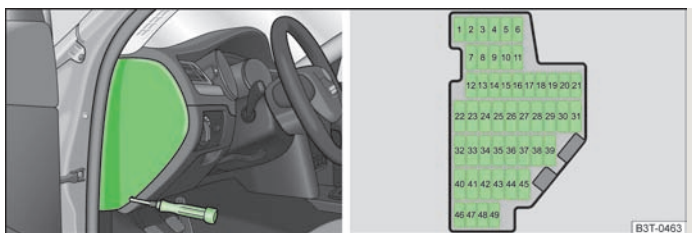

Fig. 186 Couvercle de la boîte à fusibles/représentation schématique de la boîte à fusibles
- Retirer le couvercle de la boîte à fusibles à l'aide d'un tournevis » fig. 186.